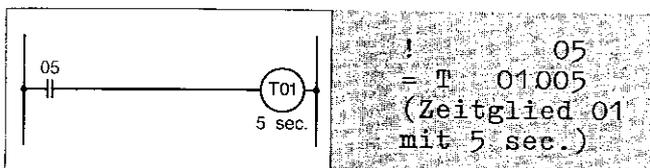

Bild 14.7
h) Werte für Zeitglieder oder Zähler werden bei der Programmierung sofort bei der T/Z-Zuweisung eingegeben (Bild 14.7).